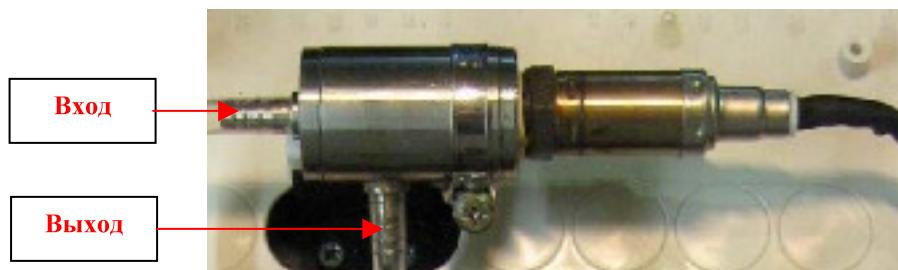
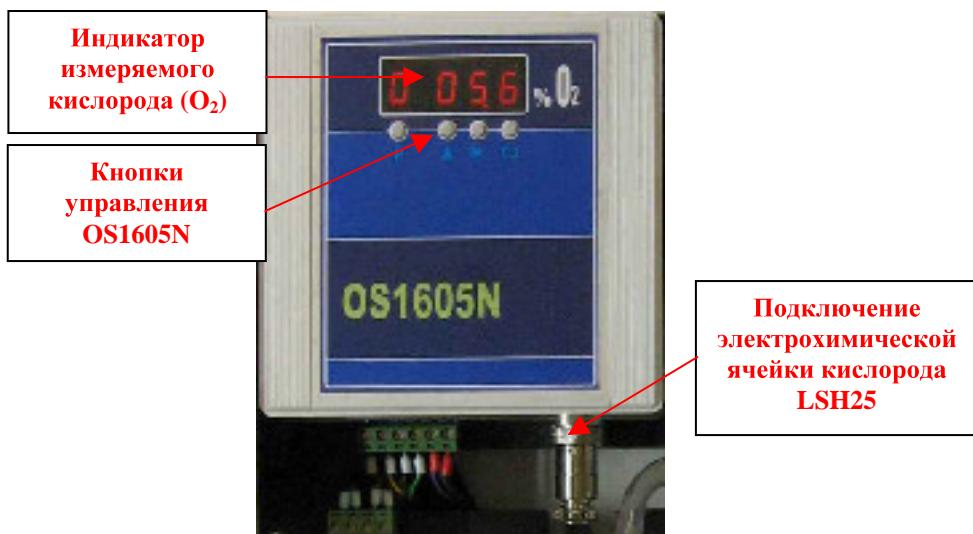
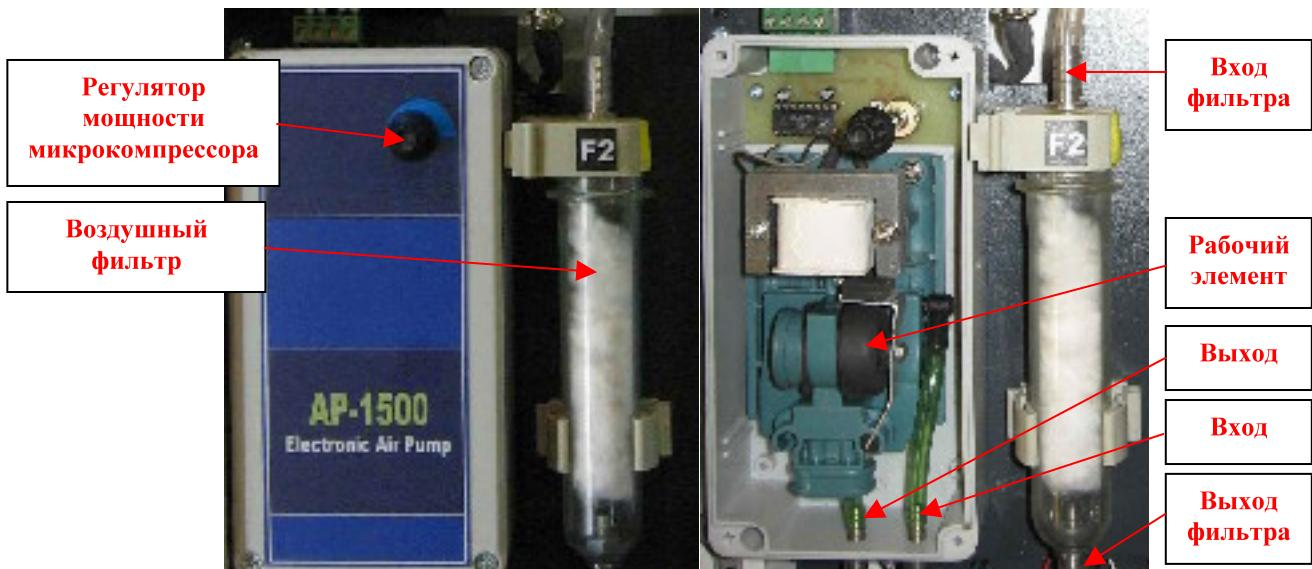

Рис.3. Внешний вид электрохимической ячейки кислорода LSH25, с измерительной камерой
Рис.4. Внешний вид газоанализатора кислорода OS1605N
Рис.5. Внешний вид электронного микрокомпрессора AP-1500
В измерительной камере DCO-1м происходит измерение электрохимической ячейкой содержанияmonoокси углерода (CO). С выхода DCO-1м анализируемая газовая смесь подается на вход измерительной камеры LSH25 (см. рис.3). В камере происходит электрохимическая реакция с участием ионов кислорода, сигнал с ячейки LSH25 поступает в газоанализатор OS1605N (см. рис.4), где и преобразуется в величину измеряемого кислорода (O_2).
К выходу измерительной камеры ячейки LSH25 (см. рис.3), подключен микрокомпрессор (см. рис.5), который через воздушный фильтр F2 сбрасывает через свой выход анализируемую газовую смесь в атмосферу.
Не работает микро-компрессор AP-1500	Включить питание AP-1500, проверить рабочий элемент (см. рис.5) микрокомпрессора.